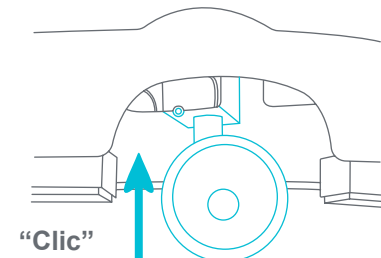

Fig. 6c
- Tire de la rueda hacia arriba hasta que haga clic en la base (Fig. 6c). Repita por el otro lado.